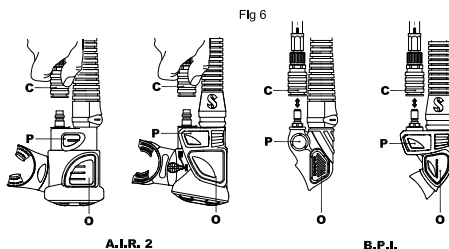

fig. 6
Para montar a Conexão de Desengate Rápido (fig. 6-C):
Para inflar o colete, pressione o botão da válvula do Inflador (fig. 6-P). O ar deve entrar no Colete. Para melhor controle durante a inflagem, infle o ar em pequenas quantidades, apertando e soltando repetidamente o botão da válvula do Inflador.
2. Na mesma operação, siga expirando enquanto pressiona com força o botão da válvula de inflagem oral (fig. 6 - O).